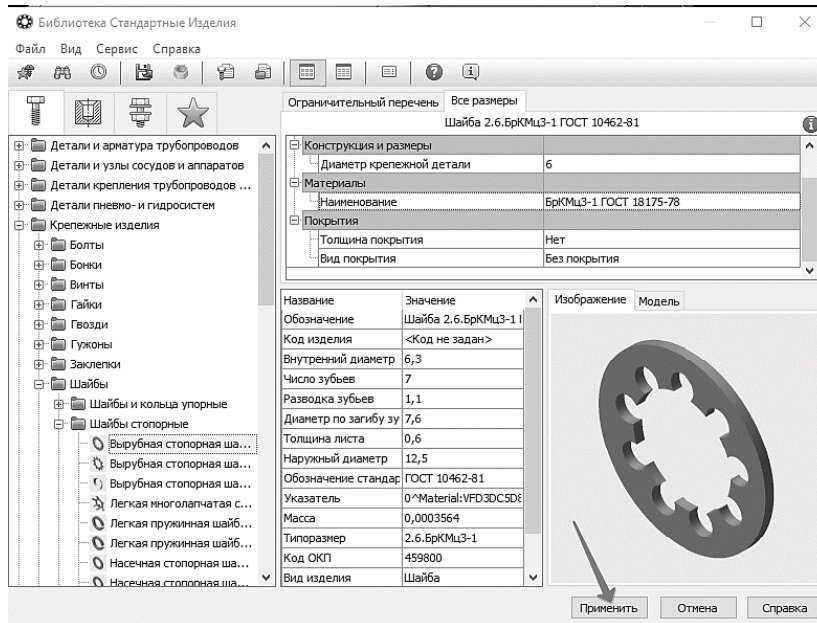

Рис. 95. Сохранение параметров шайбы и добавление в сборку
10.1.11 В окне **Библиотеки Стандартные Изделия** нажмите кнопку **Применить** (рис. 95).